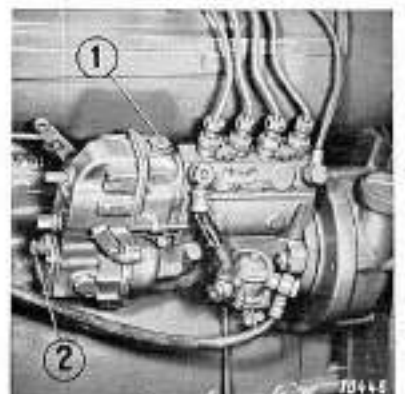

Figure 64
Au cours des vidanges périodiques de l'huile à moteur, l'opérateur aura soin de vérifier le niveau de l'huile en dévissant la vis de contrôle logée sur le couvercle (2) du régulateur et de laisser s'écouler le mélange huile-combustible en excédent, ou de faire l'appoint en huile fraîche pour autant qu'il ne s'écoulerait rien. Appoint par le bouchon de garnissage (1) situé sur le carter du régulateur. Voir fig. 64.